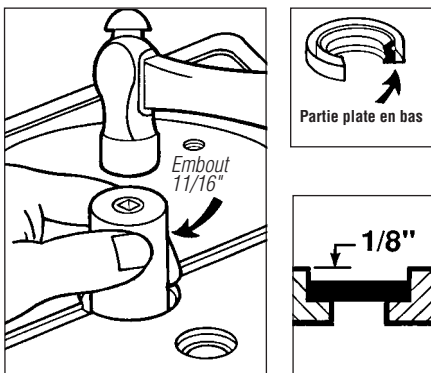

Figure 28
Étape 3 : poser le piège sur l'établi de manière à faire face à la poignée. Enfoncer à la main un joint d'arbre neuf, côté plat en bas, dans l'orifice. Pour le placer correctement, taper sur le joint avec un embout 11/16". Le joint est bien placé quand il est à 1/8" (env. 3 mm) en dessous du bord supérieur (figure 28). Appliquer de la vaseline ou de la graisse sur les bords intérieurs du joint.